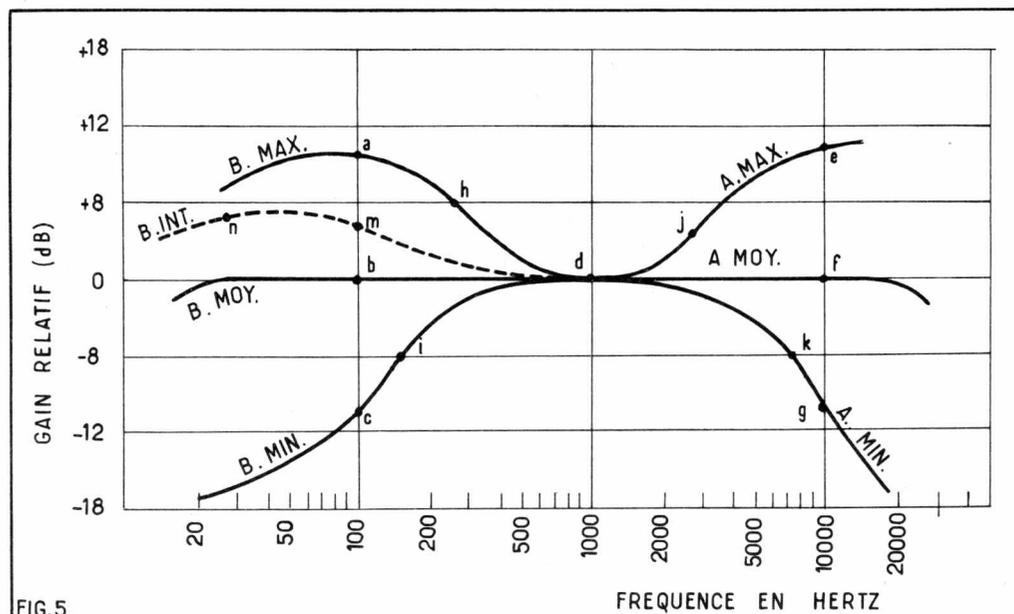

FIG.5
Les six branches de courbes sont indiquées sur la figure 5.
Il s'agit de vérifier que le montage considéré permet d'obtenir la courbe linéaire B Moy-A Moy et les parties de courbes B MAX, B MIN, A MAX, A MIN de la figure 5.
g) vérifier que  $V_s = 300$  mV ont une valeur très proche de 300 mV pour les fréquences comprises entre 30 Hz et 20 000 Hz, par exemple à 20, 50, 100, 200, 500, 1000, 2000, 5000, 10 000 et 20 000 Hz, pour vérifier la courbe linéaire B MOY-A MOY de la figure 5.
On a vérifié ainsi les points a, b, c, d, e, f et g de la figure 5. En général ces vérifications sont suffisantes. Pour la continuité des réglages il suffira de constater, à l'oreille que ces deux réglages sont progressifs.
Il est peu important que pour des points intermédiaires comme par exemple les points h, i, j, k, les ordonnées ne soient pas exactement celles de la figure 5.
Les quatre courbes limites de la figure 5 correspondent aux positions extrêmes des potentiomètres PB et PA. Pour des positions intermédiaires on obtiendra des courbes intermédiaires comme B INT placées entre la courbe linéaire B MOY-A MOY et une courbe limite.